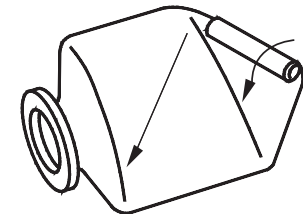

Figura 21 – Enrolle Diagonalmente Hacia el Cuello
- b. Para enrollarlo en la forma más apretada, comience en un lado en la parte superior y enrolle APRETADAMENTE el depósito flexible en forma diagonal hasta el otro lado (véase la Figura 21). Para forzar y expulsar la mayor cantidad de aire posible, enrolle hacia la abertura del cuello del depósito flexible.